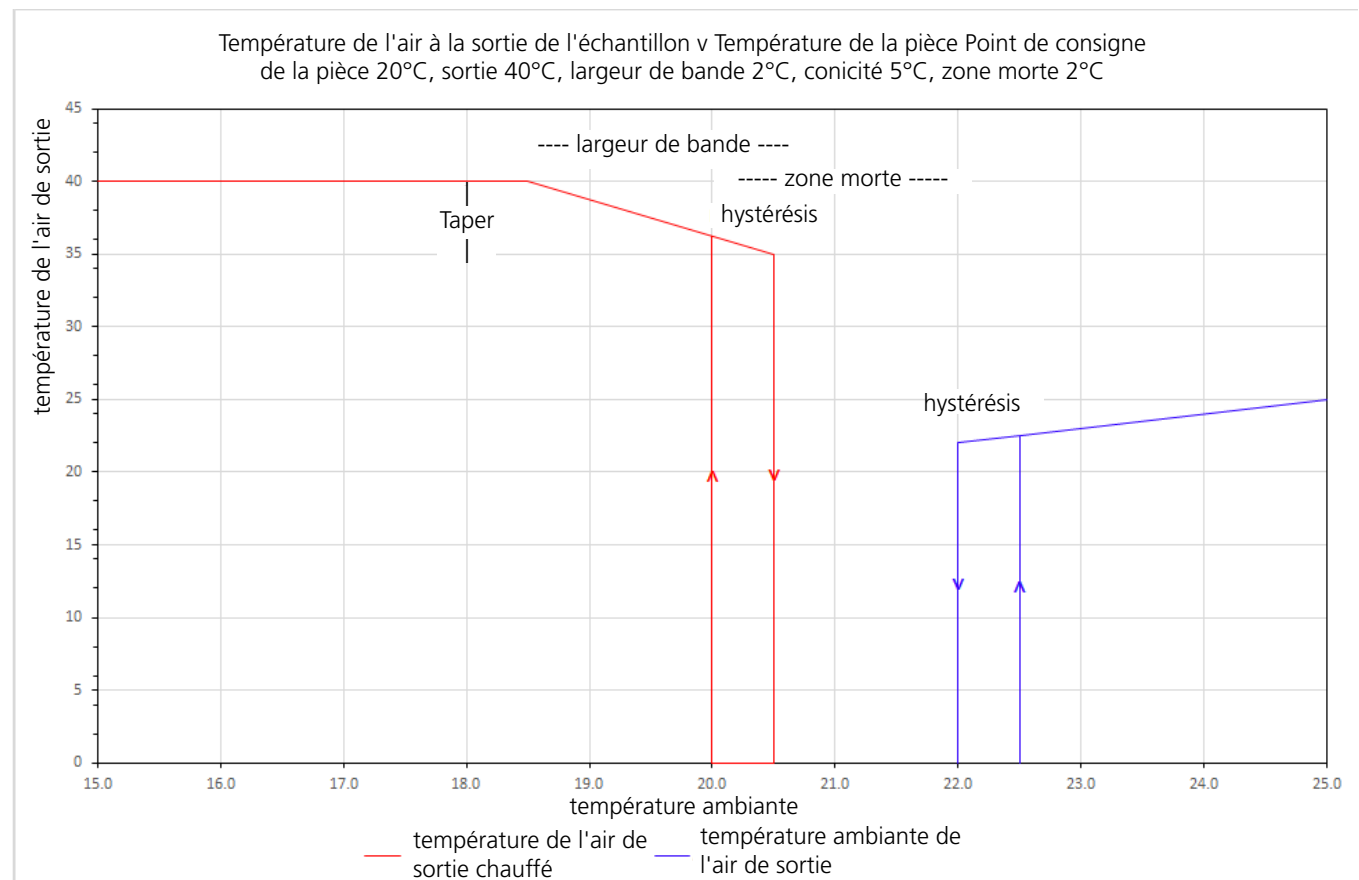

Figure 1
7. Régler la largeur de bande, sur l'ensemble du système, plage de 2 ~ 10°C, par défaut 2°C. Voir figure 1. Régler la conicité de la bande passante, plage 2 ~ 20°C, par défaut 5°C. Régler la bande morte, sur l'ensemble du système, plage 2 ~ 10°C, par défaut 2°C.